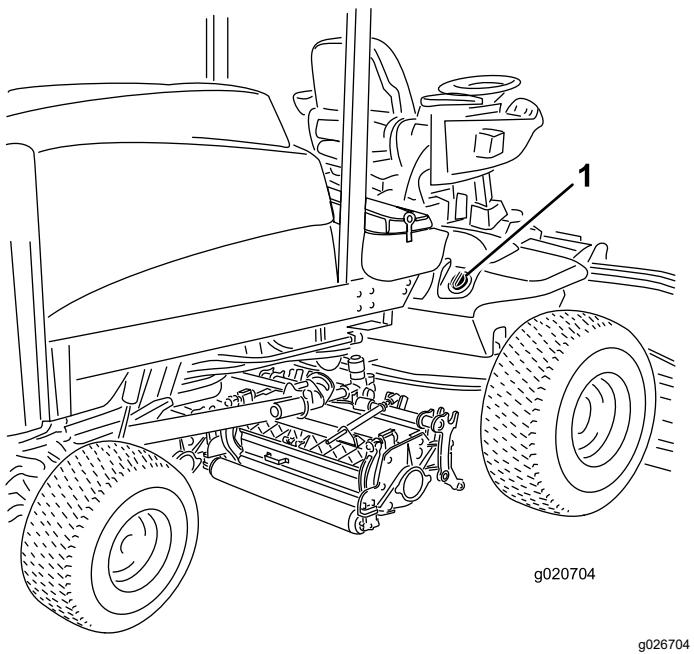

Figure 37
2. Nettoyez la surface autour du goulot et du bouchon de remplissage du réservoir hydraulique (Figure 37). Enlevez le bouchon du goulot de remplissage